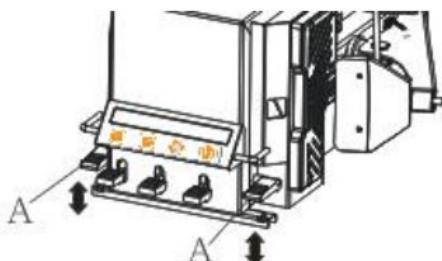

Abb.19
- Drücken Sie das Pedal A (siehe Abb.19), damit sich der Drehtisch im Uhrzeigersinn dreht, bis der Rand des Reifens abfällt.
*➢ Wenn der Demontagevorgang unterbrochen wird, stoppen Sie den Drehtisch, heben Sie das Pedal A (siehe Abb.19) und lassen Sie den Drehtisch gegen den Uhrzeigersinn drehen.*